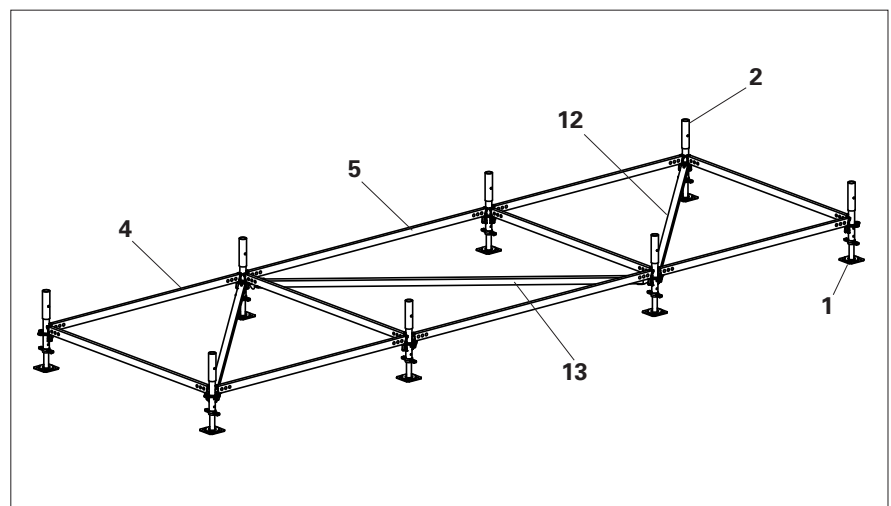

Fig. C1.01
3. Fit the H-Brace UBH Flex (**12 / 13**). (Fig. C1.01)